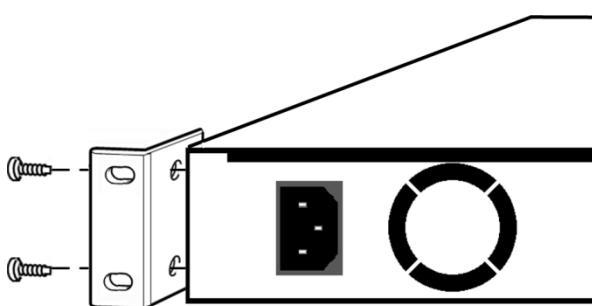
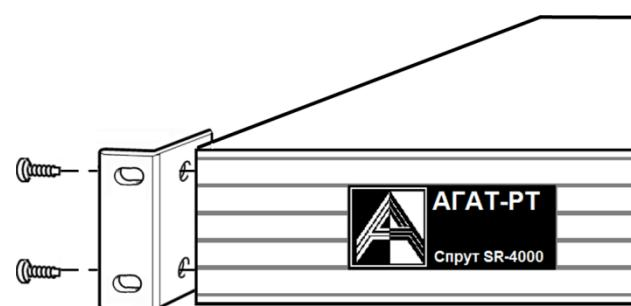

Рис. 25 Установка уголка на заднюю часть Спрут SR-4000.
Рис. 26 Установка уголка на переднюю часть Спрут SR-4000.
- Установить уголки с боковых сторон Спрут SR-4000 и закрепить их теми же винтами, которые были вывернуты из корпуса Спрут SR-4000. Установка уголков возможна так, как показано на Рис. 25, или так, как показано на Рис. 26.